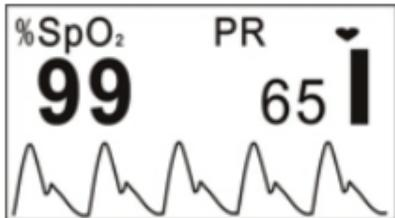
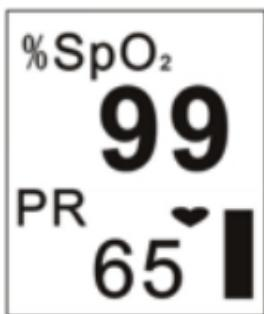
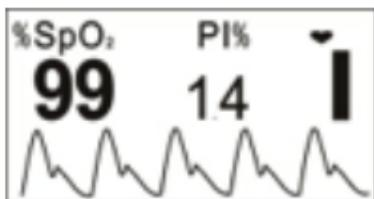
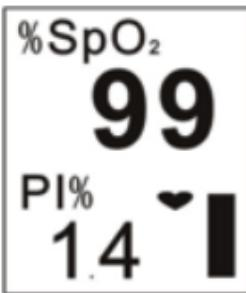

Figura 4
Figura 5
Figura 6
Figura 7
- 4 Seguidamente, aceder à vista de exibição dos dados (conforme aparece na Figura 4). O utilizador pode ler os valores e ver sob a forma de onda a partir do visor de exibição.
5. Quando o display aparece como na Figura 4, pressionar a tecla Display para mudar a vista de exibição.
- Pressionar uma vez a tecla Display, o visor do display (conforme aparece na Figura 4) será girado em 180°.
- Pressionar duas vezes a tecla Display, o visor do display será alterado conforme aparece na Figura 5.
- Pressionar três vezes a tecla Display, o visor do display (conforme aparece na Figura 5) será girado em 180°.
- Pressionar quatro vezes a tecla Display, o visor do display regressará ao visor conforme aparece na Figura 4.
6. Pressionar e segurar a tecla Display (cerca de 2 segundos), o visor do display será exibido conforme aparece na Figura 6. As diferenças entre a Figura 6 e a Figura 4 são as seguintes:
- Na Figura 4, o SpO₂ e a frequência cardíaca são monitorados e exibidos no visor.
- Na Figura 6, o SpO₂ e o índice de perfusão são monitorados e exibidos no visor.
7. Quando no visor for exibido conforme aparece na Figura 6, pressionar de forma circular a tecla Display, o visor do display será comutado entre as duas vistas (conforme aparece na Figura 6 e Figura 7) e as quatro direções serão exibidas alternadamente.
8. A vista de exibição (conforme aparece na Figura 6 ou Figura 7) regressará ao visor conforme aparece na Figura 4, ou na Figura 5 se a operação não for executada dentro de 10 segundos.